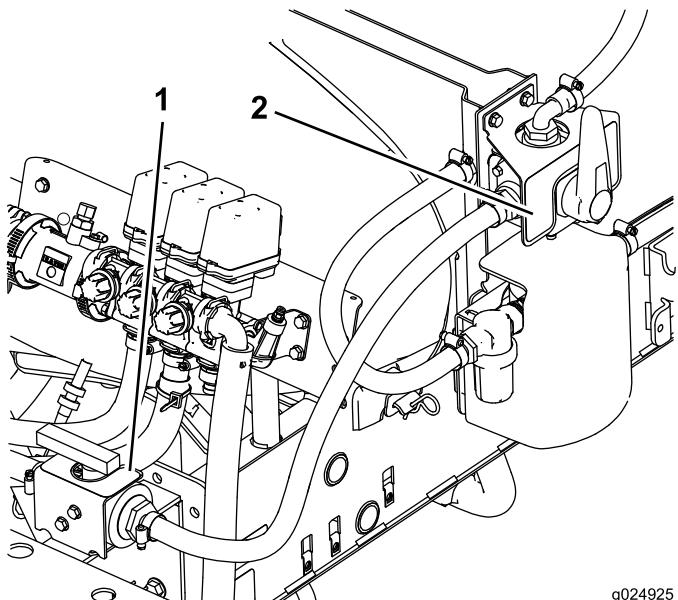

Figure 33
1. Localisez et nettoyez soigneusement la surface où seront apposés les 2 autocollants (Figure 33).
2. Décollez la pellicule protectrice et apposez les autocollants sur la machine (Figure 33).